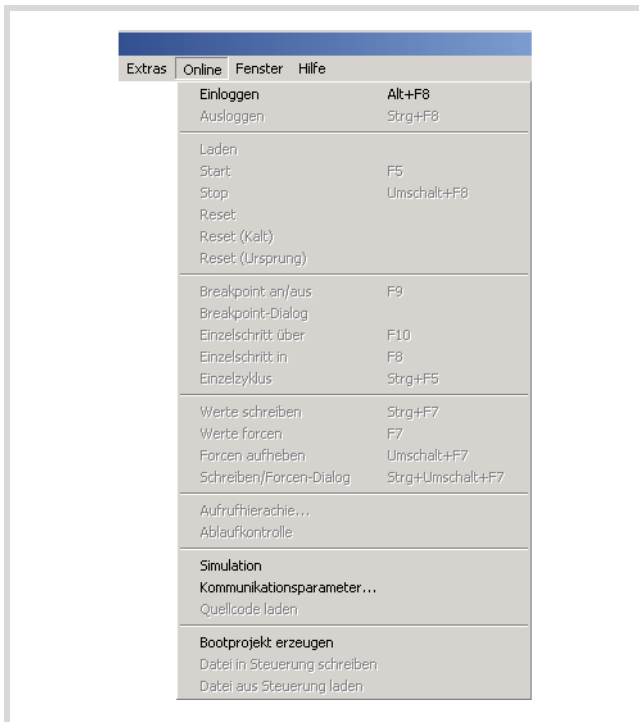

Abbildung 9: Menü „Online“
- Wählen Sie das Menü <Online → Kommunikationsparameter> aus (→ Abbildung 9).
- Wählen Sie das Menü <Online → Start> aus (→ Abbildung 9). Sie bringen damit die Steuerung in den RUN-Betrieb.